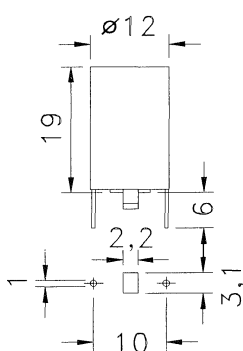

Fig.1
Bis einschließlich 680 $\mu$ H werden die Wickeldrahtenden durch den Sockel herausgeführt und bilden so die Anschlüsse für die Drossel (Fig.1).
*Inductances up to 680μH (Fig.1). The wire terminations act as the pins for the assembly.*
## Sd12/Nenninduktivität (Fig.1)